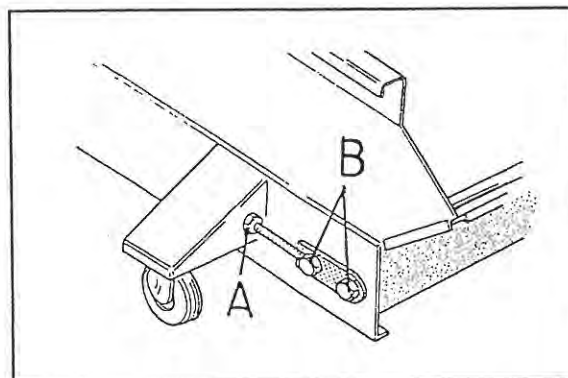

Fig.13
Kontroleer regelmatig de spanning van de grondaanvoerband. Deze kan worden versteld door beide moeren (A) aan de buitenzijde van de machine een gelijk aantal slagen te verdraaien. (Fig.13)